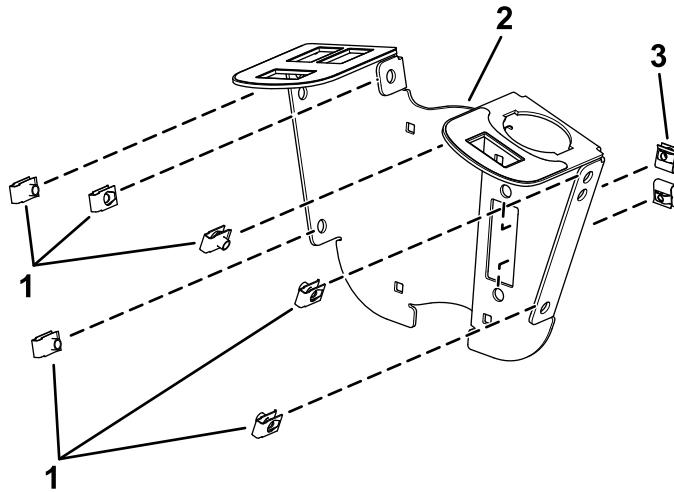

Figure 1
1. Installez les 6 clips et les 2 écrous rapides sur le support des commandes (Figure 1).